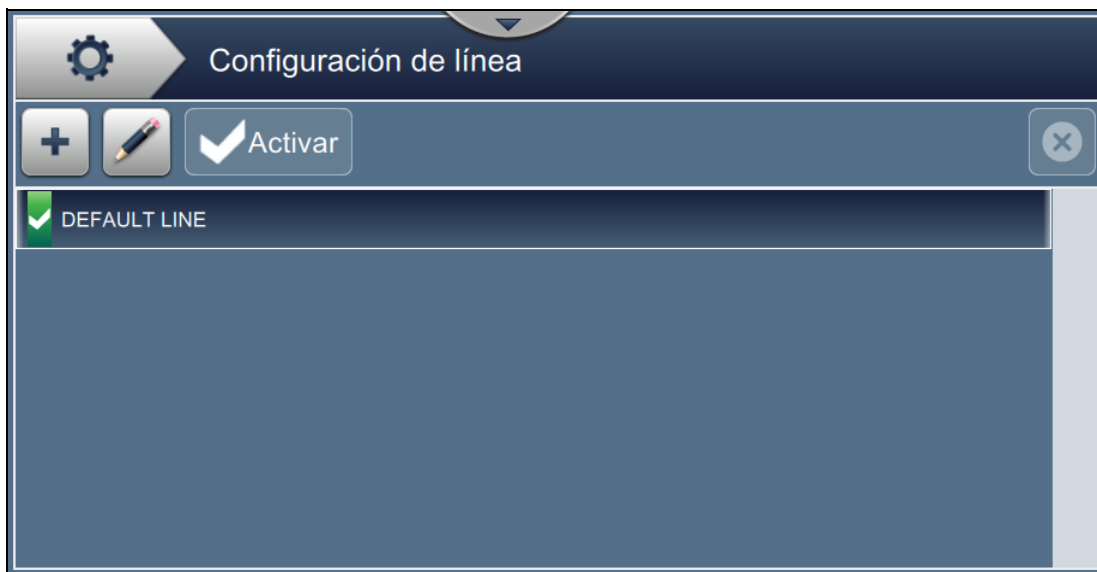

Figura 6-27: Pantalla Configuración de línea
2. Pulse el botón  en la pantalla Configuración de línea para crear una nueva configuración, como se muestra en la Figura 6-27. Se abrirá la pantalla Nombre de la configuración de línea y aparecerá un teclado.